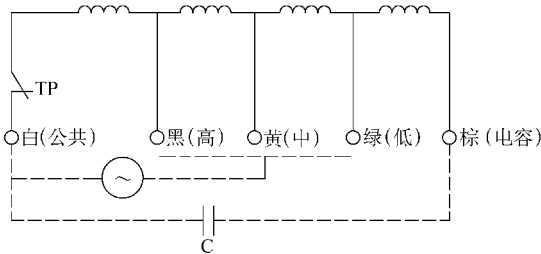

图 10-5 风扇电动机引线及颜色定义
(1) 分体式空调器室内机的风扇电动机引线及颜色如图 10-5 所示。